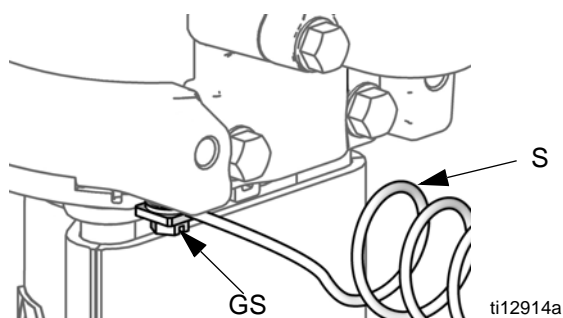

FIG. 4. Messa a terra della pompa
Pompa: vedere FIG. 4. Verificare che la vite di terra (GS) sia fissata e avvitata saldamente al motore pneumatico. Collegare l'altra estremità del filo di terra (S) a una presa di terra efficace.